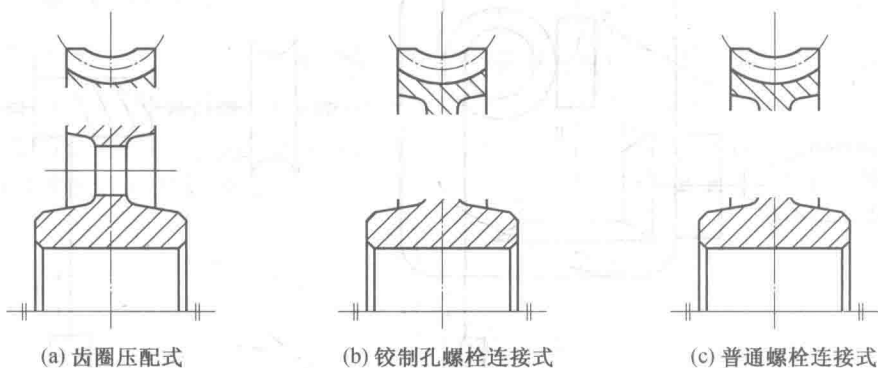

图 9
1. (6 分) 试将图 9 中几种装配式蜗轮结构补充完整。(请将图画在答题纸上)